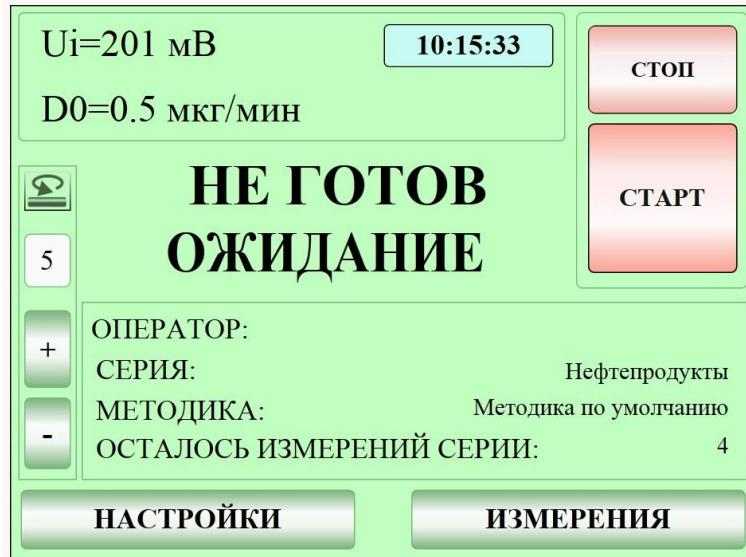

Рисунок 7
- После прохождения самодиагностики на дисплее появится главное рабочее окно, из которого осуществляется управление процессом подготовки и проведения измерений. Исходный режим прибора после включения питания и прохождения самодиагностики – «ОЖИДАНИЕ». В этом режиме йод не генерируется, прибор ожидает включение режима претитрования для подготовки титрационной ячейки к работе (Рисунок 7).